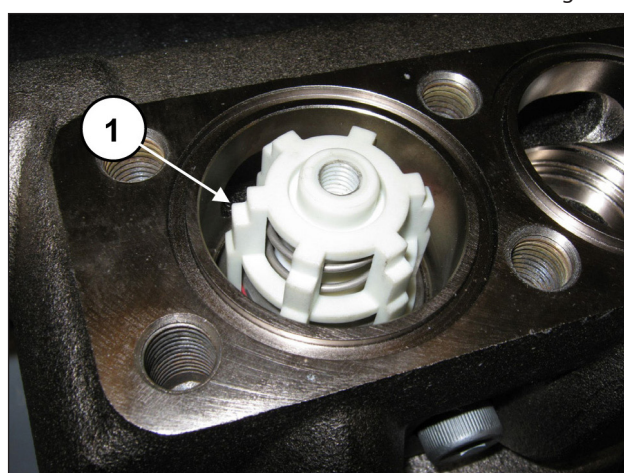

Fig. 163
El grupo de la válvula se ha de introducir a fondo como se indica en la pos. ①, Fig. 163.